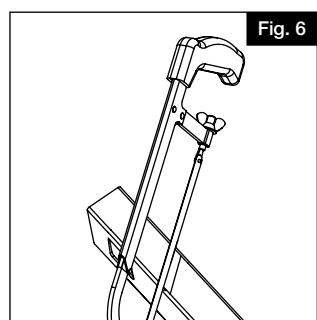

Fig. 6
- Retire las pinzas del kit de escalera de los postes. Corte a lo largo de las cuatro marcas en ángulo en los travesaños (Fig. 6).